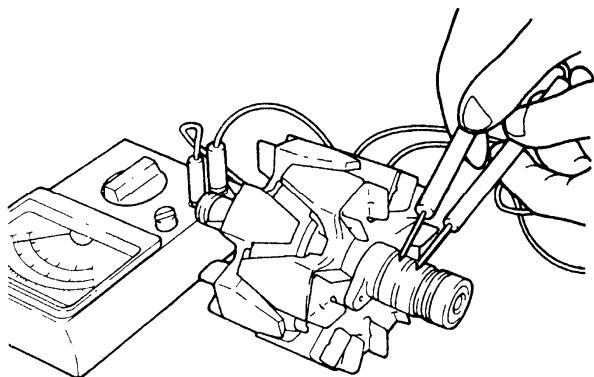

图 9-40
①检查转子线圈滑环间的导通状况，如电阻值偏离标准值，应更换转子（见图 9-40）